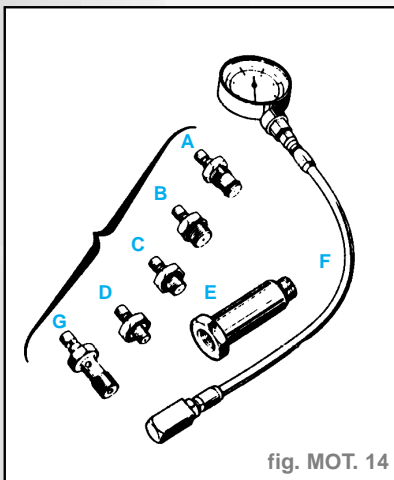

fig. MOT. 14
- Utiliser le coffret **MOT. 836-05** (fig. MOT 14).
- Visser le raccord (C) à la place du manocontact (fig. MOT 14).
(C) (fig. MOT. 14).